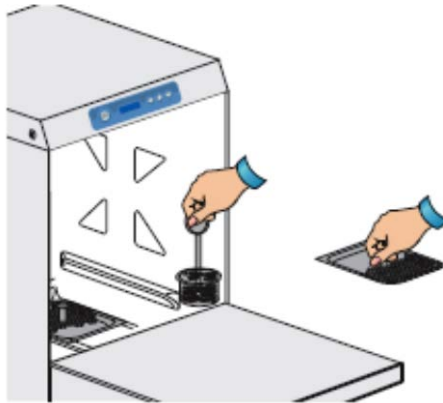

Fig 5.1 Optima 400
- 1 Plaats het filter mandje in de speciale zitting in de wastank (fig 5.1)